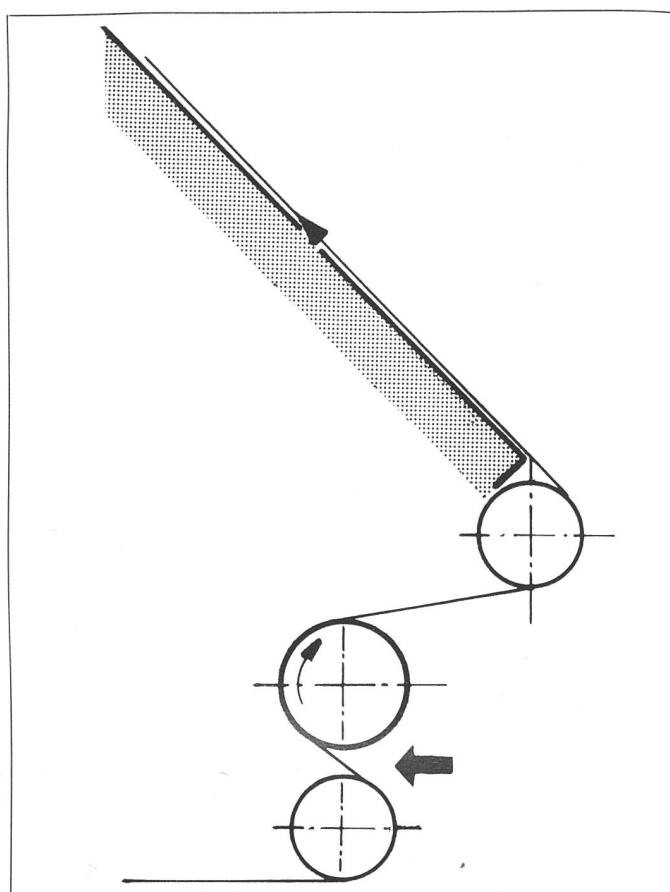

Bild 8 Schautisch
- Bild 8 zeigt einen Schautisch mit schräg gestellter Tischplatte. Darunter ist eine gummiierte Antriebswalze und in einem Abstand von nur 2 cm eine Umlenkwalze angeordnet. Beim Rückwärtslauf kam es unterhalb der Tischplatte zum Auffalten der Stoffbahn. Dies veranlasste die Arbeiterin, mit